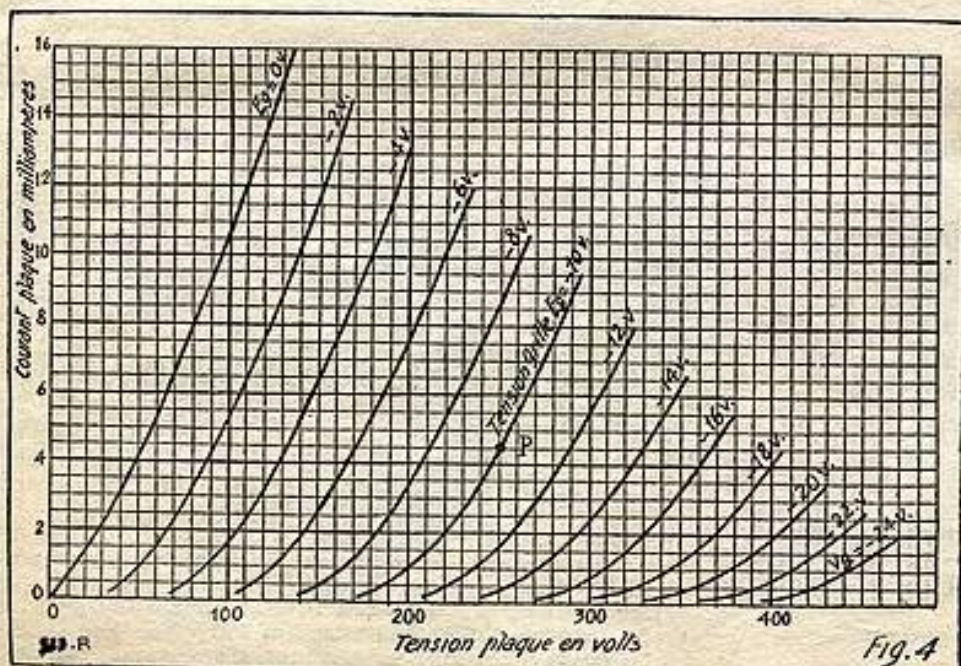

Fig. 4
THERMOCHARGEUR (fig. 4) Recharge les accus batteries 6
§ 4. Caractéristiques E_g, I_p . — Dans les notices des constructeurs on trouve très souvent des courbes qui indiquent la variation du courant plaque I_p lorsque la tension plaque varie. Les courbes sont données pour diverses valeurs de la polarisation de grille E_g . Les familles de courbes E_g, I_p avec E_g comme paramètre sont rigoureusement équivalentes aux familles de courbes E_p, E_g avec E_p comme paramètre. La figure 4 donne les courbes de la lampe triode 6J5 Mazda.
Les familles de courbes I_p, E_p comme celles de la figure 4 permettent de résoudre certains problèmes qui se posent dans l'étude des amplificateurs.
B) Déterminer sur la figure 4 les points qui correspondent aux points M N P Q R de la figure 3.